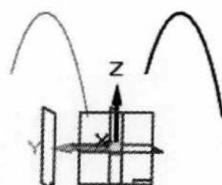

图 3.4 镜像草图 2
Step3. 创建图 3.4 所示的镜像草图 2。在 阵列 区域中单击 按钮后的小三角，选择 镜像复制零件 命令，在图形区选取草图 1 作为镜像零件；选取前视图（XZ）平面作为镜像中心平面，单击“镜像”命令条中的 完成 按钮，完成镜像草图 2 的创建。